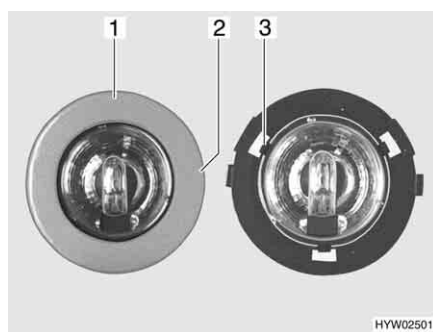

Fig. 113 Lampada alogena a incasso
- Girare lentamente il diaframma (Fig. 113,1) finché il nasello (Fig. 113,2) dell'involucro non si arresta a scatto nella scanalatura sottostante del diaframma.
- Tre graffe (Fig. 113,3) tengono ferma la lastra di vetro della lampada alogena nell'involucro. Spingere di lato una delle tre graffe.